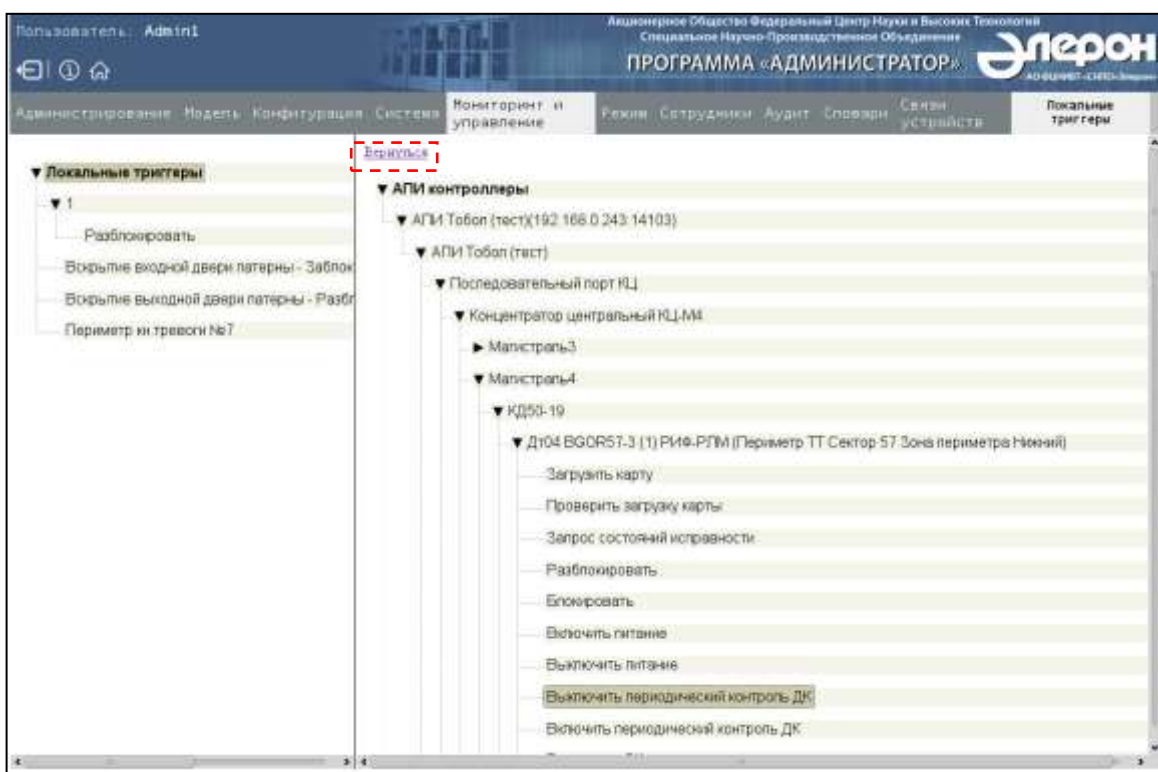

Рис. 84
8) перейти по ссылке «Добавить» и в открывшемся бланке (Рис. 84) в дереве устройств выбрать необходимую команду;
10) перейти по ссылке «Вернуться» (см. Рис. 84) и наблюдать появление таблицы команд для выбранного триггера (Рис. 85).